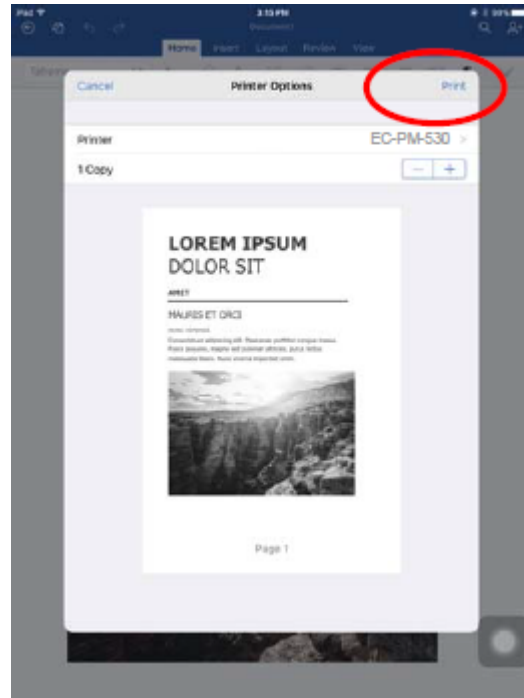

Figura 43
2.7 Regrese a la interfaz “Printer Options” y haga click en “Print”, el sistema envía los datos a la impresora (como se muestra en la Figura 43).